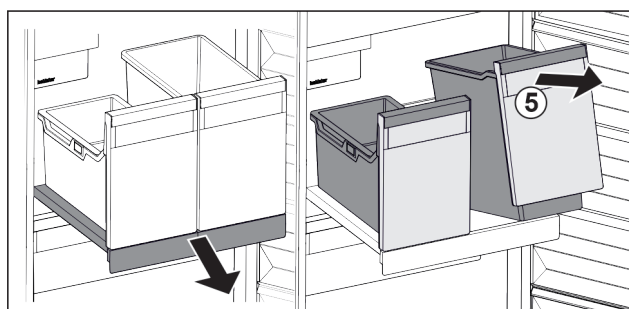

Fig. 18
- ▶ Nadvihnite nádobu Fig. 18 (5) vpredu.